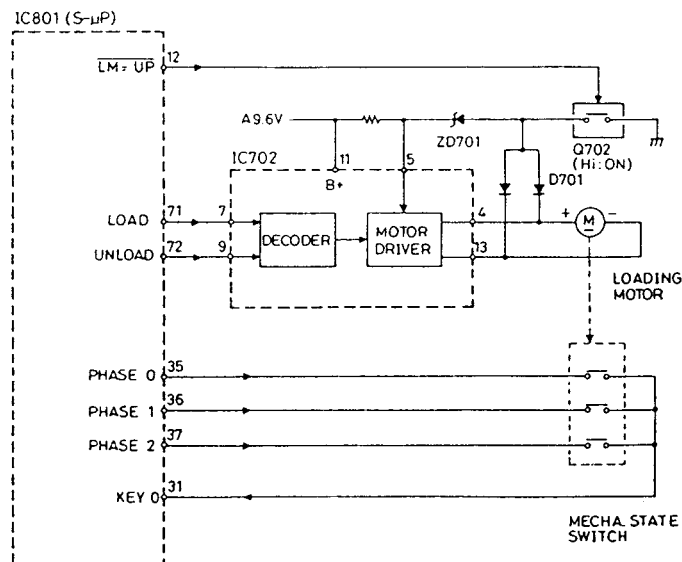

Abb. 3-7 Bandlaufwerk-Statusregelungs-Schaltkreis
5. Bandlaufwerk-Statusregelungs-Schaltkreis (Abb. 3-7)